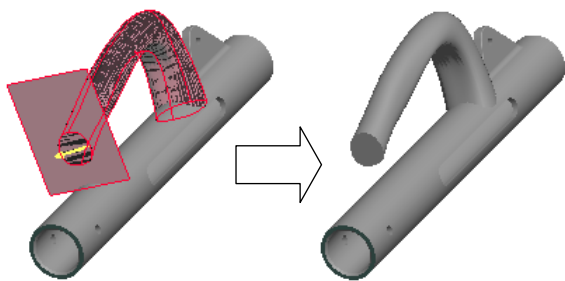

图 8.9.34 合并曲面
(1) 设置“选择”类型。在“智能”选取栏中选择“面组”选项。
(2) 按住 Ctrl 键, 选择面组 1 和上一步创建的填充曲面, 然后进行合并, 如图 8.9.34 所示。注意: 这次合并后的面组称之为“面组 2”。